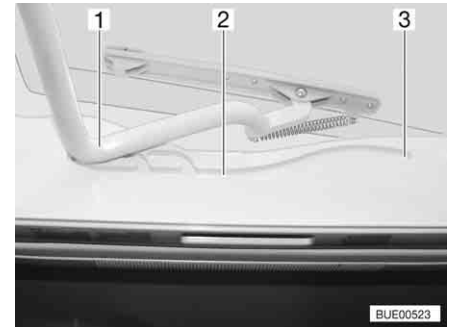

Fig. 77 Claraboya Heki, guía
- Tirar la horquilla (Fig. 77,1) en las guías (Fig. 77,2) hasta la posición trasera final (Fig. 77,3).
- Empujar el estribo (Fig. 77,1) ligeramente hacia arriba con ambas manos.
- Tirar el estribo en las guías (Fig. 77,2) hasta la posición deseada.